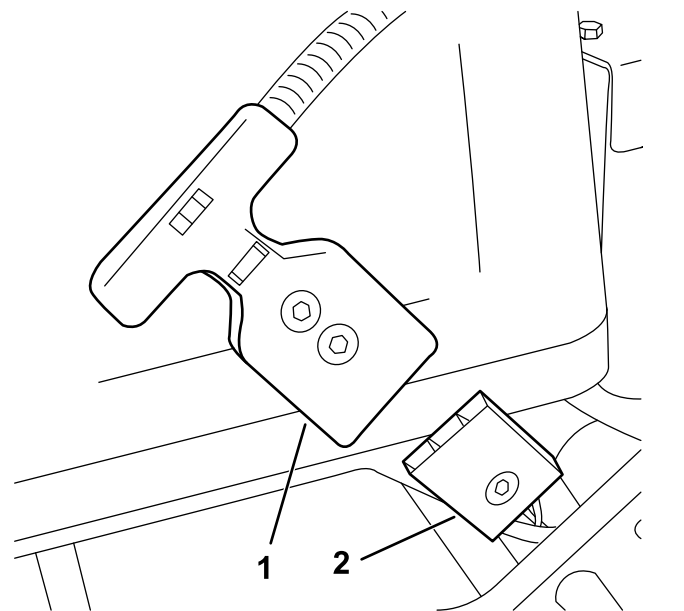

Figura 33
4. Desligue o conector do manípulo em T da cablagem principal do conector de alimentação na base da bateria (Figura 33).
4. Ligue o conector da pega em T ao conector da bateria (Figura 33)